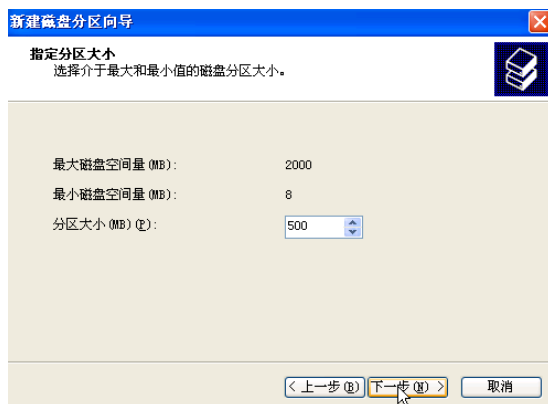

图 5-104 分成 500 MB
(5) 我们对第一个硬盘进行分区，我们分成 500 MB，如图 5-104 所示。